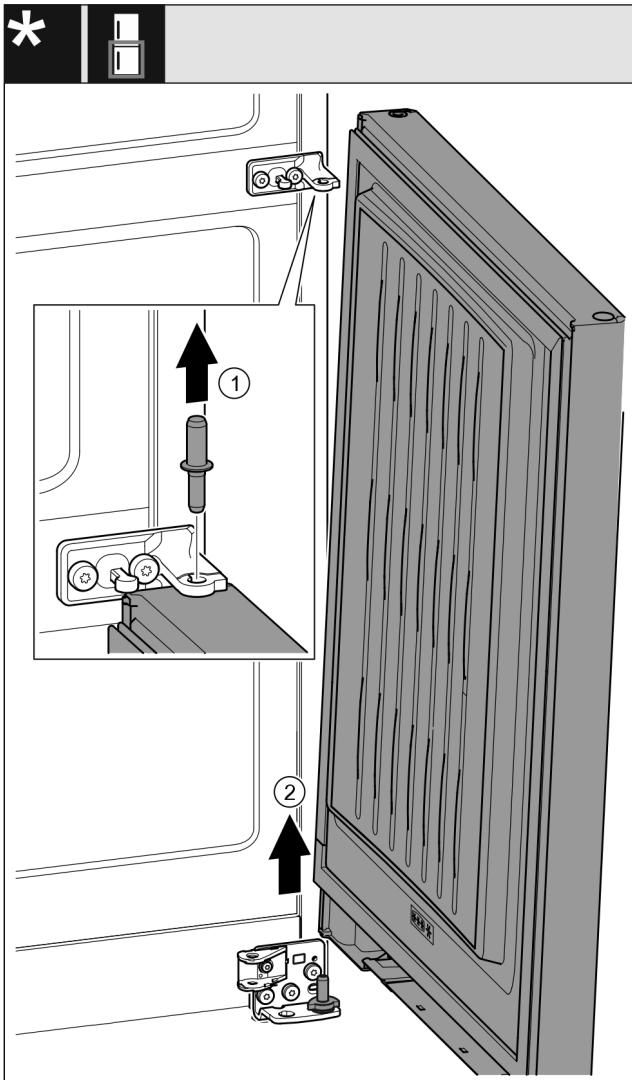

Fig. 22 Mit Schließdämpfer*
- Bolzen Fig. 22 (1) nach oben herausziehen.*
- Tür Fig. 22 (2) herausschwenken, nach oben ziehen und beiseitestellen.*